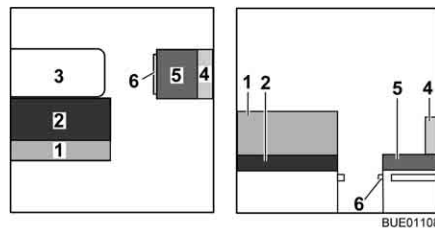
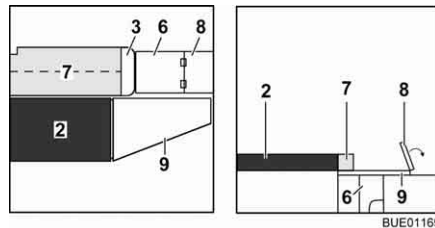

Bild 130 Vor dem Umbau
Bild 131 Während des Umbaus
- Tisch (Bild 130,3) zum Bettunterbau umbauen (siehe Abschnitt 6.10).
- Das Rückenpolster (Bild 130,1) abnehmen und beiseite legen.
- ▷ Je nach Modell kann das Rückenpolster (Bild 130,1) anstelle des Zusatzpolsters (Bild 131,7) verwendet werden.
- Das Rückenpolster (Bild 130,4) und das Sitzpolster (Bild 130,5) abnehmen und beiseite legen.
- Bettkasten-Verlängerung (Bild 131,6) herausziehen.
- Die Verlängerung der Sitzplatte (Bild 131,8) nach außen umlegen.
- Das Zusatzpolster (Bild 131,7) aufklappen und auf den Tisch legen.
- Die Bettverbreiterung (Bild 131,9) in die Aufnahmen an den Sitztrühen einhängen.